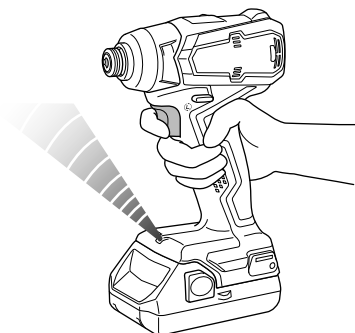

Fig. 13
11. Messages d'alerte par témoin DEL (Fig. 13)